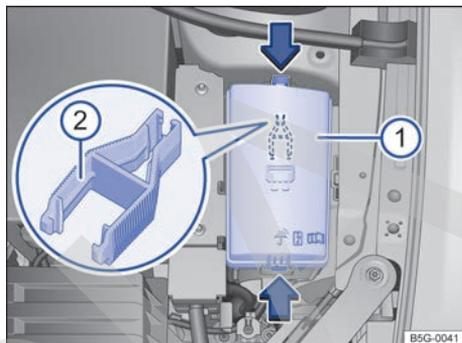

Fig. 177 En el vano motor: cubierta **1** de la caja de fusibles con pinzas de plástico **2**.
- Para desbloquear la cubierta de la caja de fusibles, presione las teclas de bloqueo en el sentido que indican las flechas → **fig. 177 1**.
En el lado interior de la cubierta de la caja de fusibles del vano motor podría haber unas pinzas de plástico → **fig. 177 2** para extraer fusibles.